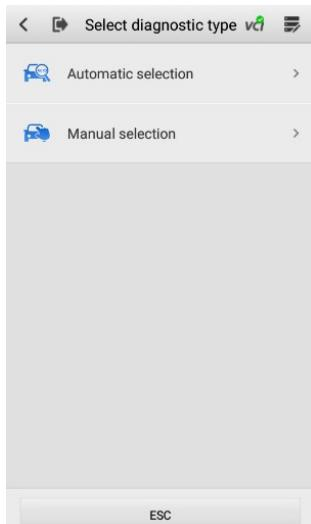

Figure 4-5 Écran de sélection
3. Sélectionnez l'option **Sélection manuelle** (Figure 4-5).